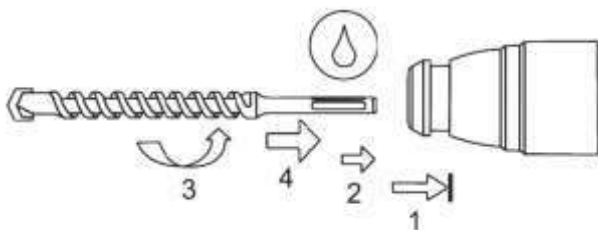

Рис. 2
#### **Смена насадок (См. Рис. 2).**
- Нажмите на подвижную крышку патрона перфоратора, отведите ее назад (См. Рис.2).